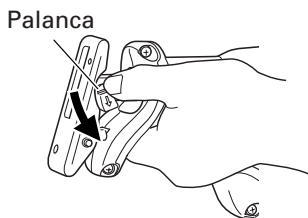

Fig. 3
- (2) Empuje la palanca en la dirección de la flecha indicada en la Fig. 3 y marcada en la misma. Si gira el manguito del sujetador hasta la mitad conseguirá asegurarlo automáticamente.
- (2) Después de haber empujado la palanca en la dirección de la flecha mostrada en la Fig. 3, gire la hoja de manera que quede dirigida hacia abajo. La hoja debe caer por su propio peso. Si la hoja no cae, extraígalas con la mano.